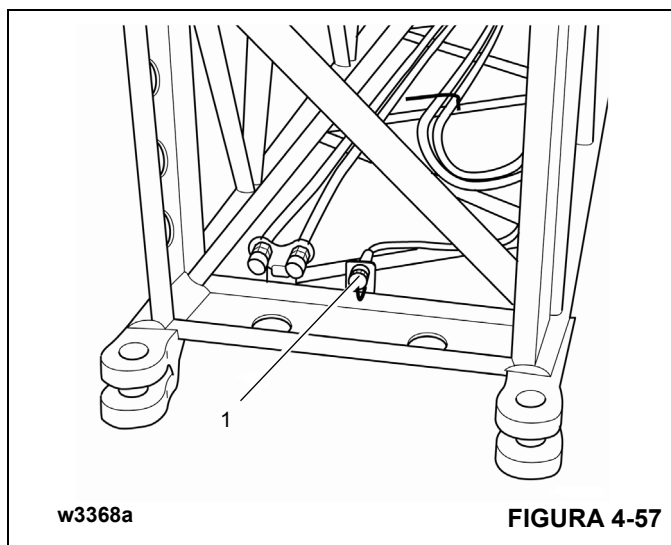

FIGURA 4-57
Hay un receptáculo (1) en la parte delantera de cada sección de 5 m (16 pies) (Figura 4-57).